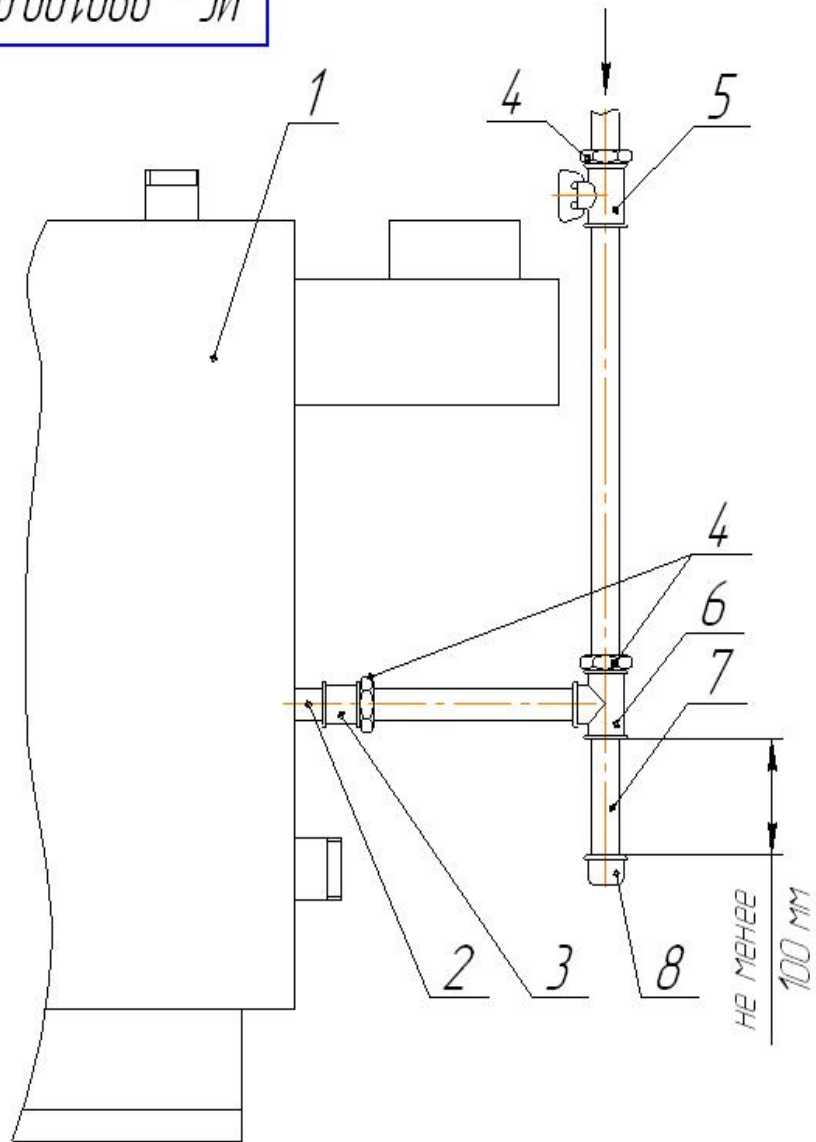

Рис. 9. Схема подсоединения котла к газопроводу.
5.7 На газоподводящей трубе перед котлом обязательно должен быть установлен газовый кран, перекрывающий доступ газа котлу /см. рис. 9/.
5.8 Рекомендуется на входе газопровода в котел устроить ловушку - отстойник /см. рис. 9/.